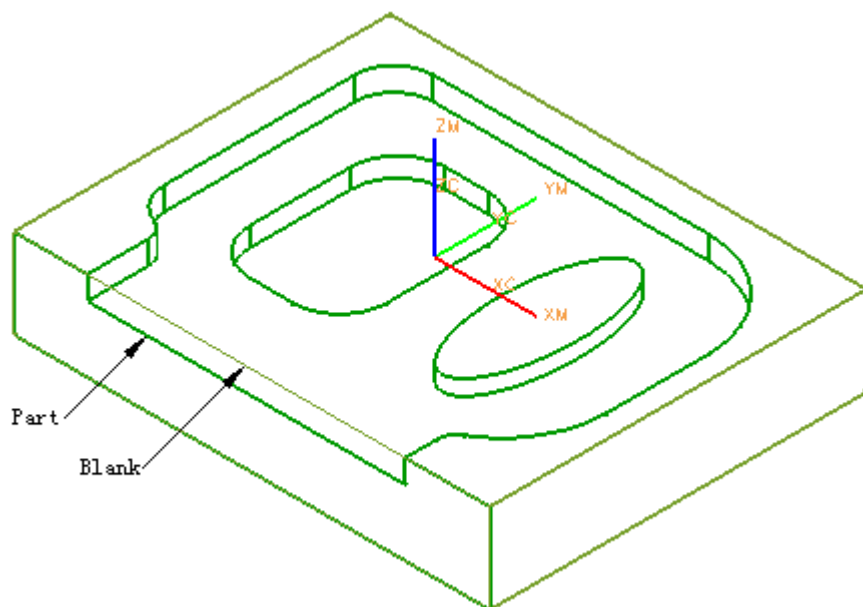

图 8-74
- 双击 WORKPIECE, 定义如图 8-74 所示的 Part 和 Blank (自动块), 单击 OK。